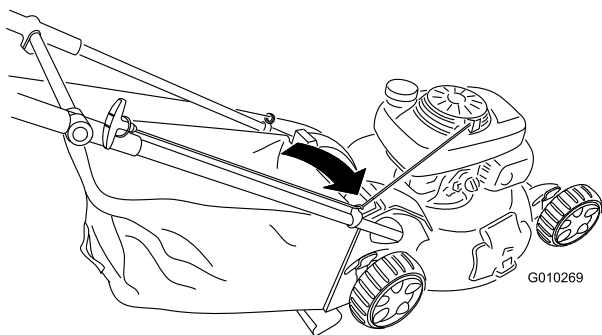

Рисунок 31
1. Проложите трос стартера вокруг нижней направляющей троса (Рисунок 31).